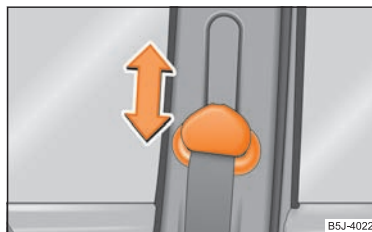

Fig. 112 Scaun față: Reglarea pe înălțime a centurii
- Pentru reglare apăsați dispozitivul de reglare și deplasați-l în sus sau în jos ⇒ fig. 112.